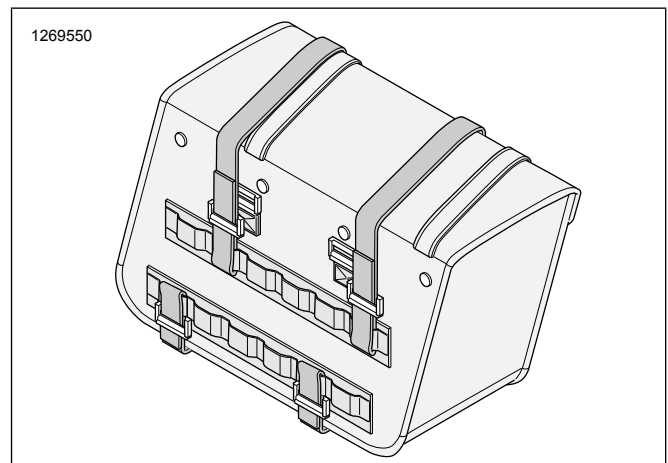

Abbildung 2. Anbringen des Klettverschlusses (typisch)
2. Abbildung 2 Mindestens drei Klettverschlüsse auf der Rückseite der Satteltasche befestigen.